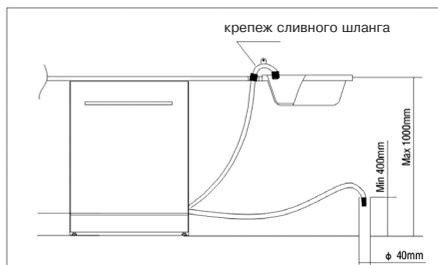

Рис. 6. Подсоединение сливного шланга.
Вставьте отводящий шланг в слив, диаметром не меньше 4 см, проверьте, нет ли перегибов шланга. При необходимости используйте специальный крепеж, входящий в комплектацию машины (рис.6). Свободный конец шланга может находиться на высоте от 40 см до 1 м и не должен погружаться в воду.
4. Подсоедините сливной шланг (см. рис. 6).